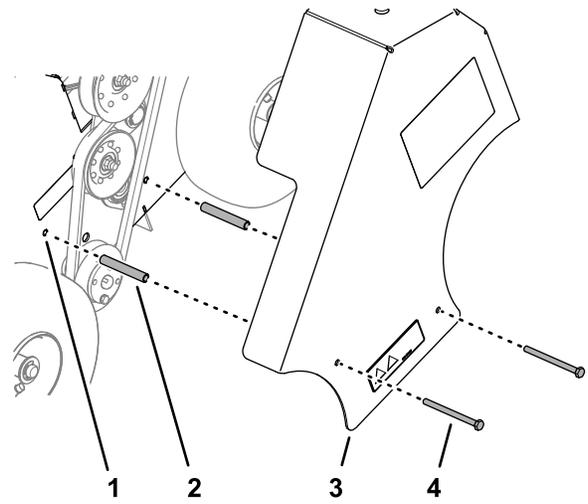

Bild 4
2. Entfernen Sie an der linken Seite der Maschine die 2 Bundkopfschrauben und 2 Distanzstücke, mit welchen der Riemenschutz an der linken Rahmenplatte befestigt ist, und entfernen Sie den Schutz (Bild 4).